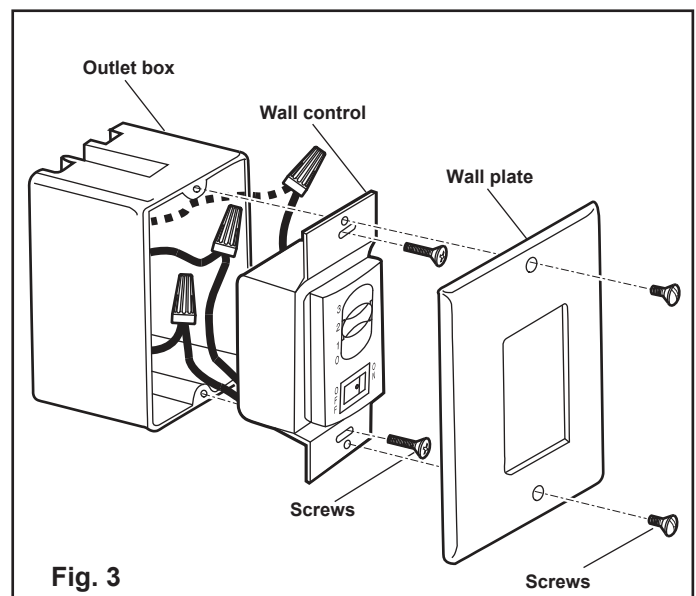

Fig. 3
3. Attach the control to the outlet (wall) box and secure with 2 outlet box screws (Figure 3).
4. Attach the wall plate over the wall control and secure with the two screws provided (Figure 3).
- Fixez la commande à la boîte de sortie (murale) et fixez-la avec 2 vis de boîte de sortie (Figure 3).
- Fixez la plaque murale sur la commande murale et fixez-la avec les deux vis fournies (Figure 3).